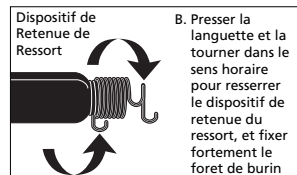

Fig. 2 Dispositif de Retenue de Ressort
Le dispositif de retenue à ressort tient le ciseau. Le dispositif de retenue doit être bien fixé (Voir Figure 2). Le dispositif de retenue est une pièce d'usure normale et doit être remplacé si usé. Remplacer avec le MP2896, jeu de ressort de ciseau (2) pièces. Dévisser le dispositif de retenue pour la fixation de ciseau facile.